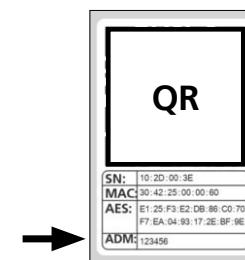

Abb. 9
Hinweis: Den werksseitigen Administratorcode finden Sie auf dem QR-Code Aufkleber des Zylinders unter der Angabe „ADM“ (Abb. 9).
⑧ Nach einem kurzen Moment erhalten Sie eine Rückmeldung, dass die Daten übertragen wurden. Bestätigen Sie mit „OK“ (Abb. 9).